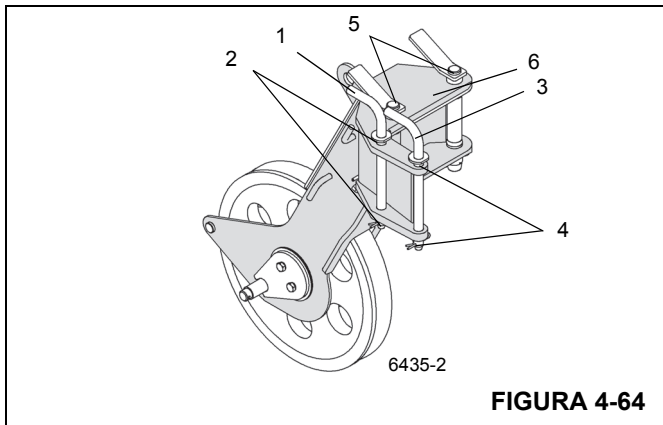

FIGURA 4-64
- Insira os dois pinos finos (1) e (3) nos pontos de apoio (2) e (4) na extremidade da lança auxiliar de polia única Figura 4-64.
- Insira os dois pinos (5) nos suportes de montagem (6) na frente da extremidade da lança auxiliar de polia única.